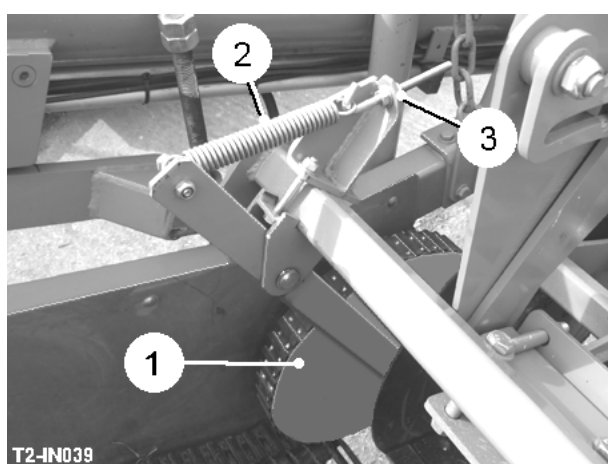

Fig 7
Les Haulm prise rouleaux (item 1, fig 7) sont allés pour deux raisons. La raison fondamentale est tirer dans haulm dégagé et jeter des côtés des corniches et le nourrit sur le tissu de l'excavateur, donc l'empêcher de développer sur les pointes des côtés du tissu ou entre les coulters du disque du centre. La deuxième fonction est empêcher des pommes de terre de rouler hors du devant du tissu de l'excavateur entre les coulters des disques et les côtés du tissu. Selon la largeur du tissu de l'excavateur et la configuration de la largeur de la ligne la construction du rouleau de l'haulm variera pour être soulevé. Les rouleaux sont source chargée sur les barres du tissu de l'excavateur. Les assemblées du rouleau externes sont équipées avec la tension saute (item 2, fig 7) et est des tensioned par les ajusteurs (item 3, fig 7). Les rouleaux de centre (si crise) sont montés sur un bras source-chargé et sont de la même façon des tensioned avec une source de la bobine et ajusteur enfilé. Ou bien, les déflecteurs du caoutchouc peuvent être allés entre les unités du disque du centre.